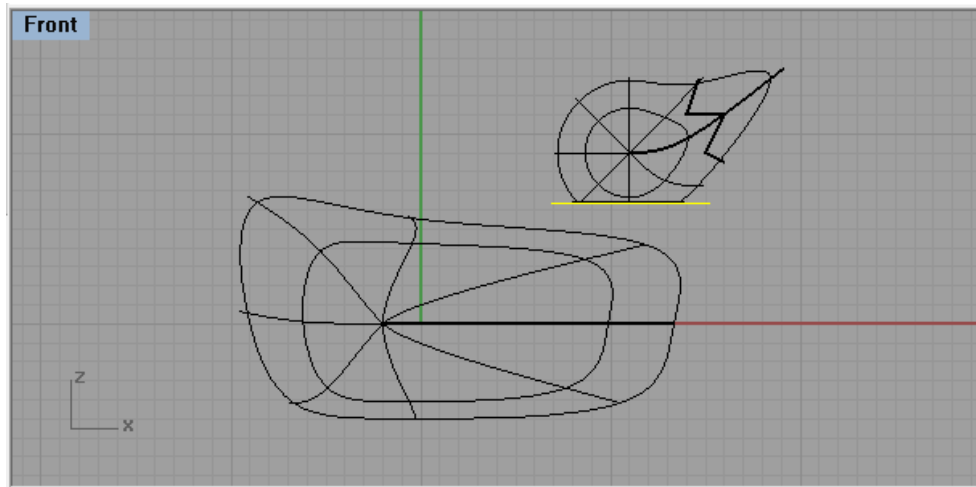

**Figura 5.26**
35.- En el menú “Curve”, desplegar “Line”, seleccionar “Single line”, para hacer una línea en la parte inferior de la cabeza, como se muestra en la figura 5.26.